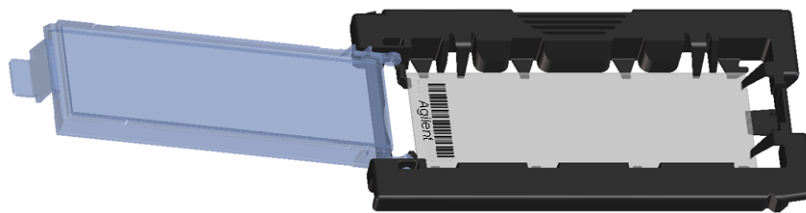

Abbildung 8 In Objektträgerhalter eingelegter Objektträger
- d Senken Sie den Objektträger behutsam in den Objektträgerhalter ab. Siehe **Abbildung 8**.